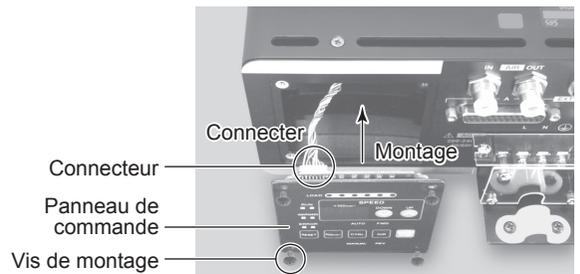

Fig. 22
- (3) Connectez le connecteur situé à l'intérieur du BOÎTIER DE CONTRÔLE au connecteur situé à l'arrière du panneau de commande. (Fig. 22).
- (4) Rattachez le panneau de commande en utilisant les 4 vis de montage (Fig. 22).